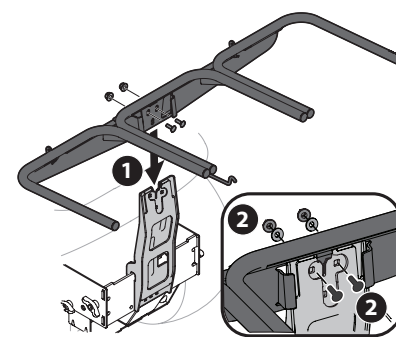

Figure 6
1. Fixez le support du sac à herbe (683-04498B) au support vertical avec deux boulons de carrosserie (710-0276), deux rondelles à collerette (736-0242) et deux écrous autobloquants (712-04063) du kit de quincaillerie (689-02364). Ne les serrez pas trop. Voir Figure 6.